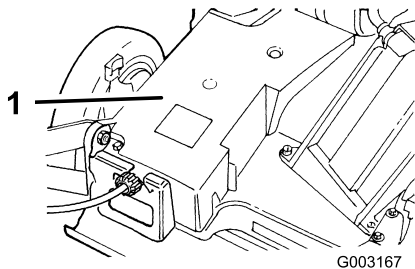

Figure 42
2. Enlevez les boulons qui fixent le couvercle de courroie (Figure 42) à au carter de la machine.